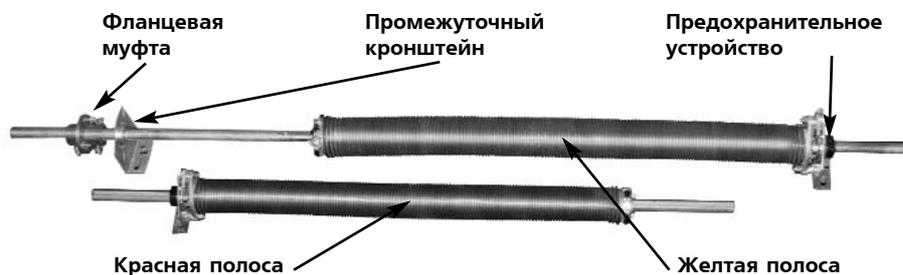

Рис. 29.
- Натяжной наконечник левой пружины и тросовый барабан (код LH), имеющие метки красного цвета, должны быть установлены с левой стороны вала при взгляде изнутри помещения. Натяжной наконечник правой пружины и тросовый барабан (код RH), имеющие метки черного цвета, должны быть установлены с правой стороны вала. Левая пружина должна иметь продольную маркировочную полосу красного цвета, правая - желтого цвета (рис. 29).